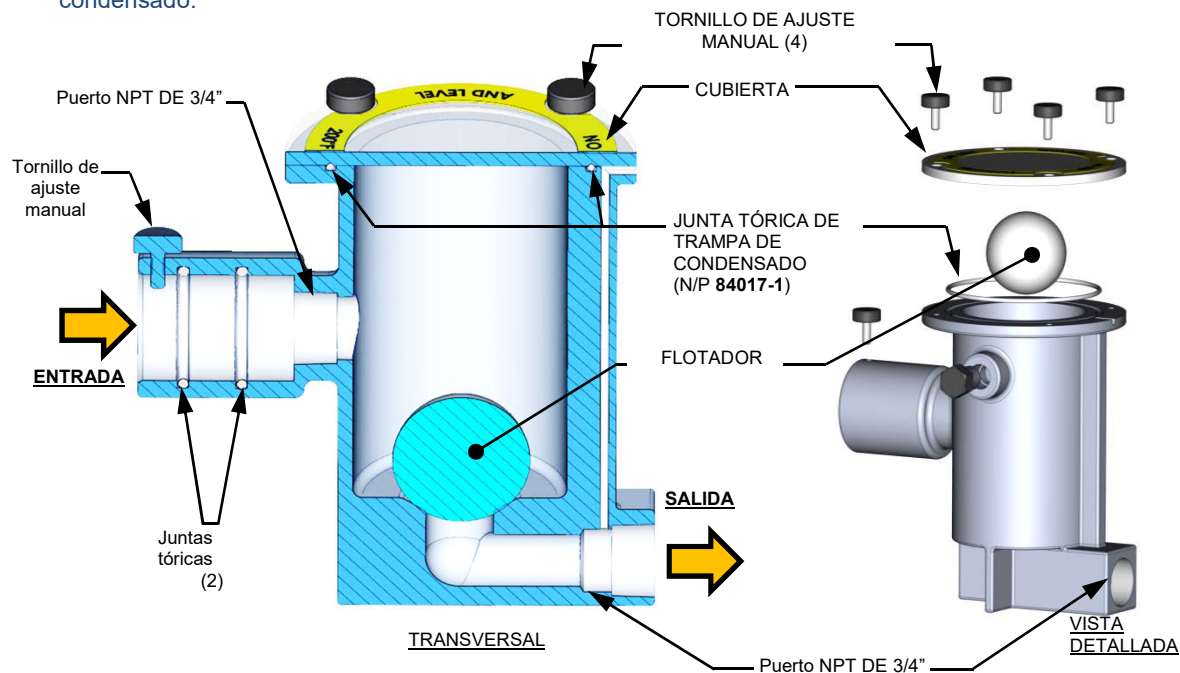

Figura 4-7: Trampa externa de condensado. Vista transversal y detallada
1. Desconecte la trampa externa del condensado aflojando y retirando las conexiones de los extremos de entrada y salida de la trampa de condensado (ver Figura 4-7).
2. Afloje los cuatro (4) tornillos de ajuste manual que fijan la cubierta de la trampa, y retire la cubierta y la junta tórica debajo de la cubierta.